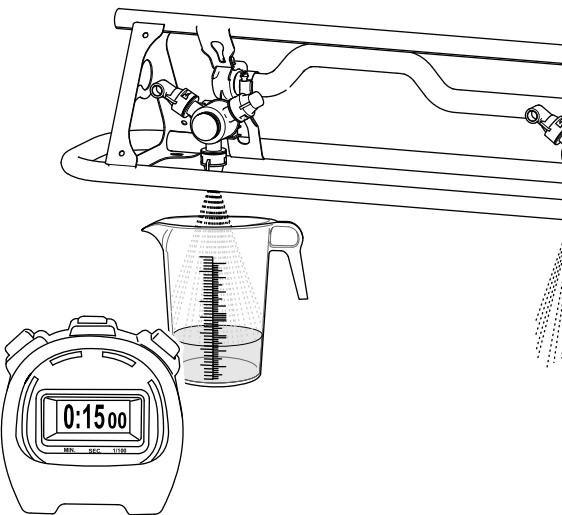

Figura 170
- Portatevi nella parte posteriore della macchina, posizionate il contenitore di raccolta sotto 1 degli ugelli e avviate il cronometro (Figura 170).